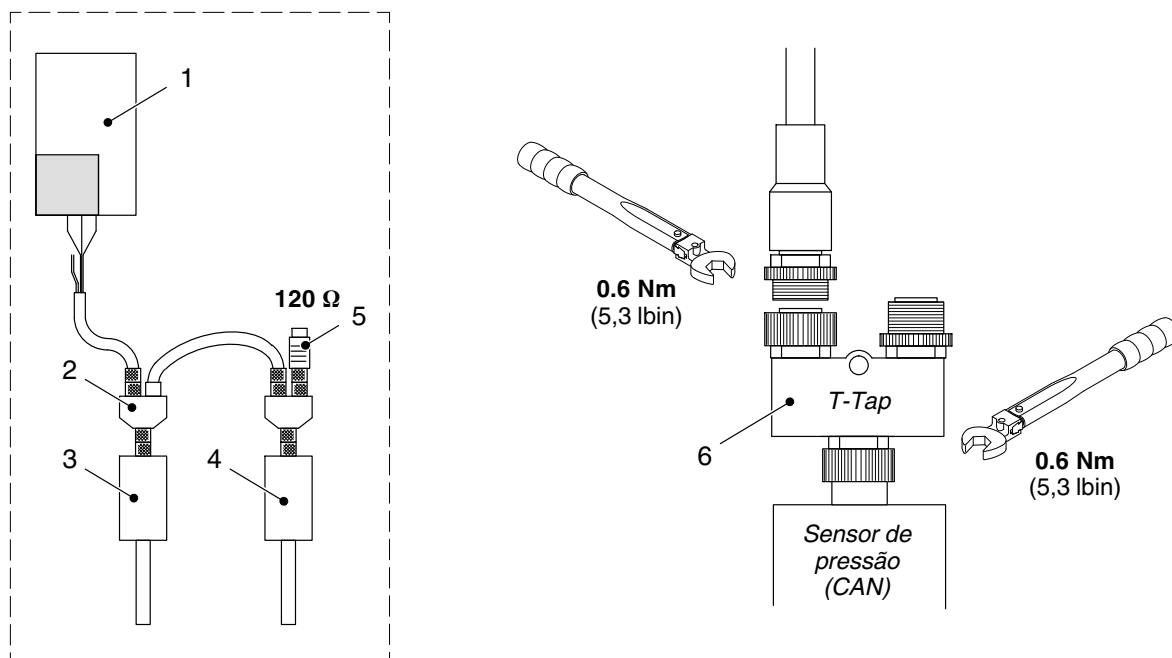

Fig. 7-11 Exemplo com dois sensores de pressão e informação sobre cabos T-Tap e CAN-Bus com sextavado
- se um ou mais sensores de pressão estiverem montados no sistema, no último sensor de pressão. Consulte a fig. 7-11.
5. Consulte também indicações sobre o binário para cabos T-Tap e CAN-Bus com sextavado na fig. 7-11.